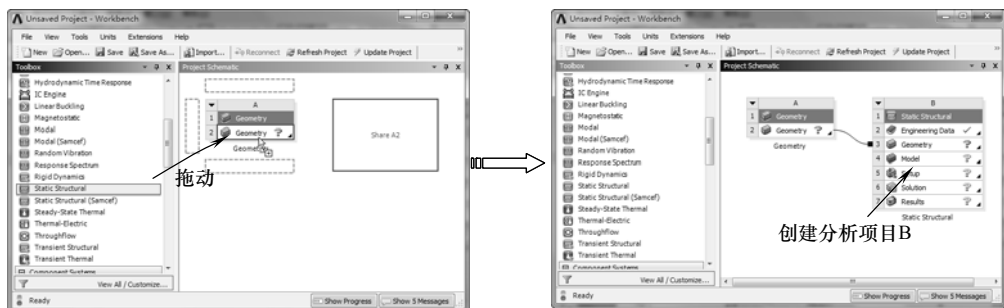

图 9-26 创建分析项目 B
4) 在【Toolbox (工具箱)】中【Analysis Systems】下的【Static Structural】选项上按住鼠标左键，拖动到【Project Schematic (项目管理区)】分析项目 A 中的 A2 上，当 A2 呈红色高亮显示时，释放鼠标创建分析项目 B，如图 9-26 所示。